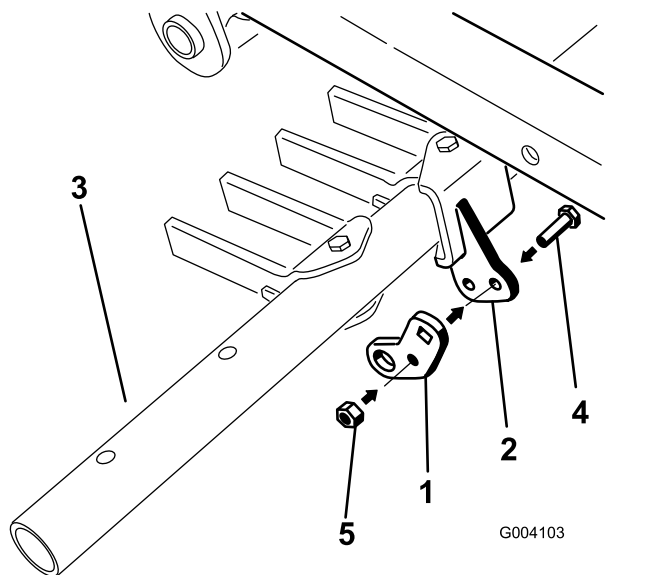

Figure 14
2. Fixez légèrement le trou central de la patte de pivot sur le support de pivot de la barre porte-outil à l'aide d'un boulon (5/16 x 1 po) et d'un contre-écrou (5/16 po) (Figure 14).